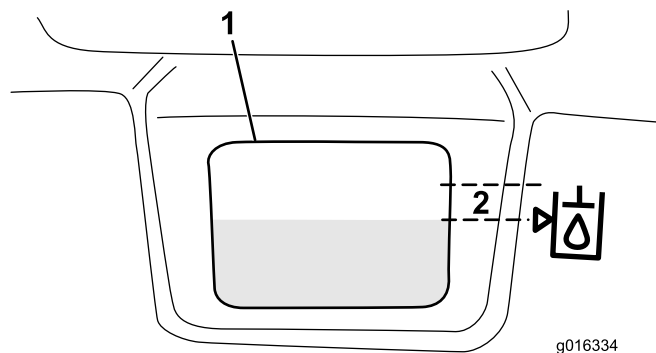

図 31
3. Slowly fill the reservoir with the appropriate 油圧オイルタンクに、適切な油圧オイルを入れる；オイルの高さが、油圧オイルタンクの前側面についている確認窓の横にある矢印から6mm以内にくるまで入れる（図 31）。入れすぎないこと。